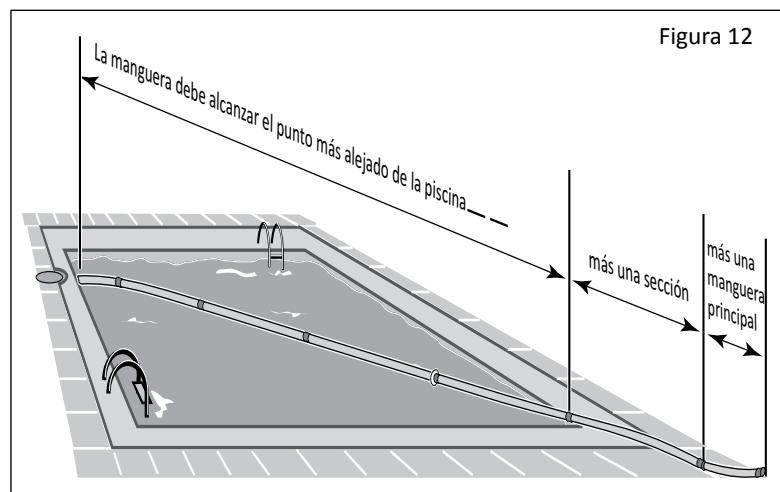

Figura 12
- La manguera debe tener la longitud suficiente para alcanzar el extremo de la piscina, más una sección adicional y la manguera principal. Véase la **Figura 12**.